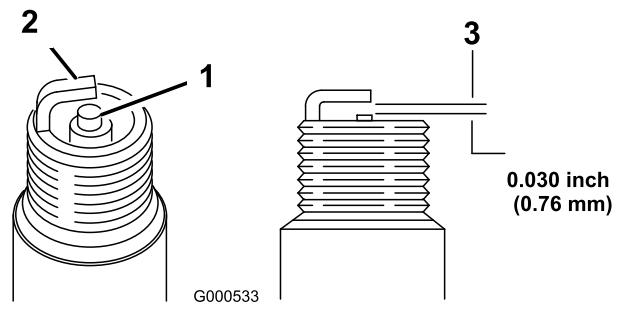

Figure 28
- Examinez le centre des bougies (Figure 28). Si le bec de l'isolateur est recouvert d'un léger dépôt gris ou brun, le moteur fonctionne correctement. S'il est recouvert d'un dépôt noir, c'est généralement signe que le filtre à air est encrassé.
- Contrôlez l'écartement entre l'électrode centrale et l'électrode latérale (Figure 28). Courbez l'électrode latérale (Figure 28) si l'écartement est incorrect.